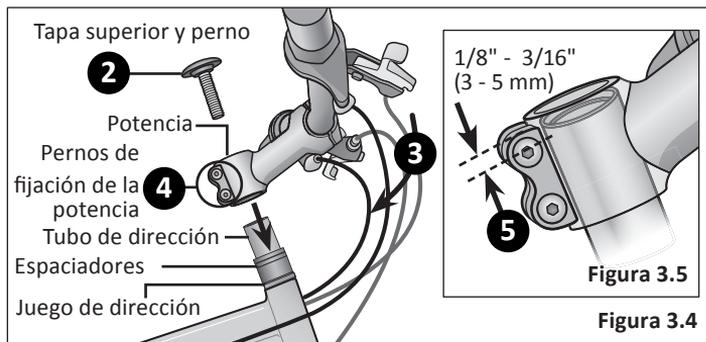

Figura 3.4
- 2 Usando una llave Allen de 5 mm, afloje el perno de la tapa superior del tubo de dirección y quite tanto la tapa como el perno. **¡Importante! ¡No** quite los espaciadores. **Figura 3.4**